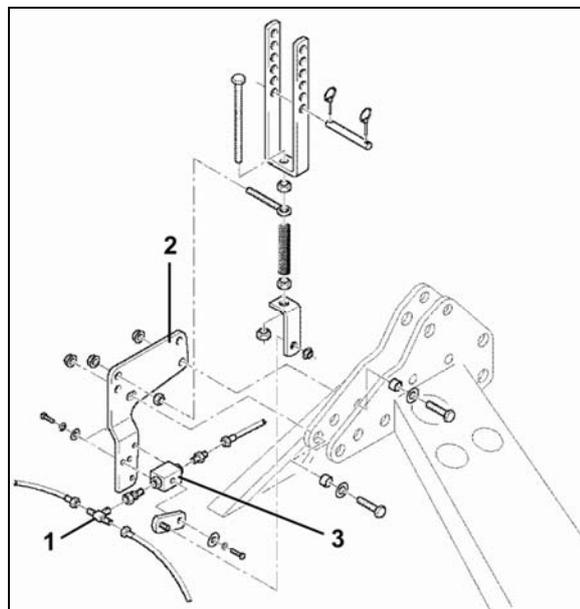

Fig. 45
4. Dévissez le flexible hydraulique du raccord en T (Fig. 45/1).
5. Vissez le support de valve (Fig. 45/2) sur le point d'articulation supérieur de l'outil de préparation du sol.
6. Vissez les flexibles hydrauliques sur la valve (Fig. 45/3), posez le flexible hydraulique allant vers le tracteur et raccordez-le au distributeur à simple effet.